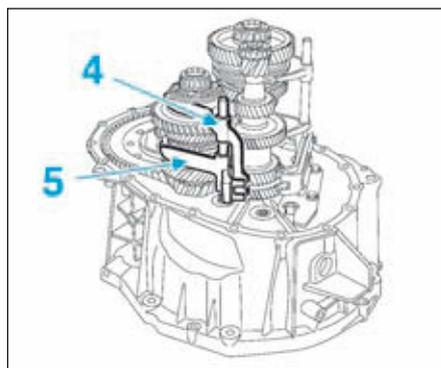

FIG.16
- Déposer l'ensemble axe et baladeur de marche arrière (4) et la fourchette de troisième-quatrième (5) (Fig.16).